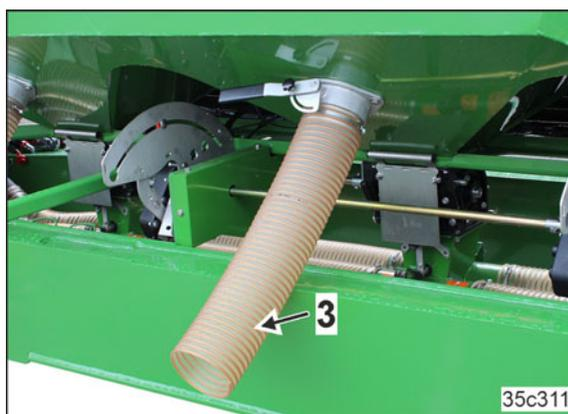

Рис. 57
3. Направьте шланг для опорожнения (Рис. 57/3) в приемную емкость.